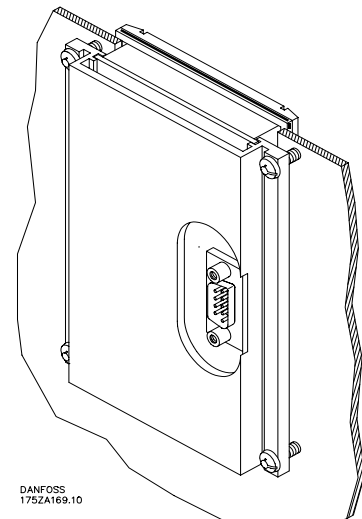

Fig. 5 / Abb. 5
3. Monter betjeningsenheden i udskæringen i tavlen. Montageskinne sættes på betjeningsenheden og kan nu fastgøres med de fire skruer. Betjeningsenheden tilspændes til maximum 0,5 Ncm. Se fig. 5.
3. Mount the control unit in the panel hole. Place the mounting rails on the control unit and fasten it with the four screws. Fasten the control unit to max. 0.5 Ncm. See fig. 5.
3. Die Fernbedienungseinheit im Paneel-Ausschnitt anbringen. Die Montageschiene an der Fernbedienungseinheit anbringen und sie mit den vier Schrauben befestigen. Achtung! Die Fernbedienungseinheit mit den 4 Schrauben M3x12 vorsichtig befestigen. Schrauben nur handfest anziehen. Siehe Abb. 5.